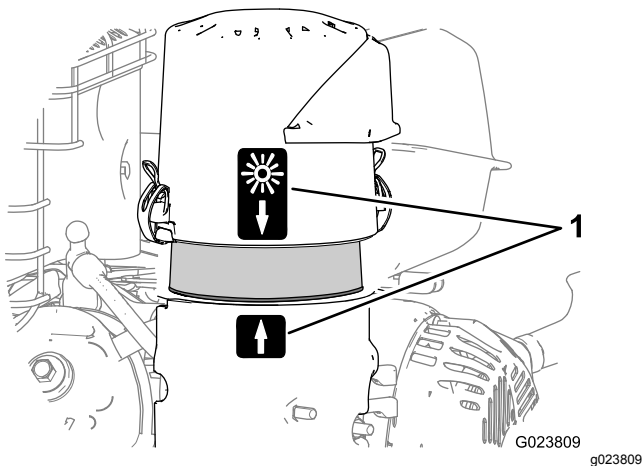

Figura 32
8. Alinee la pegatina de la flecha de la tapa del limpiador de aire con la pegatina de la flecha de la base (Figura 32).